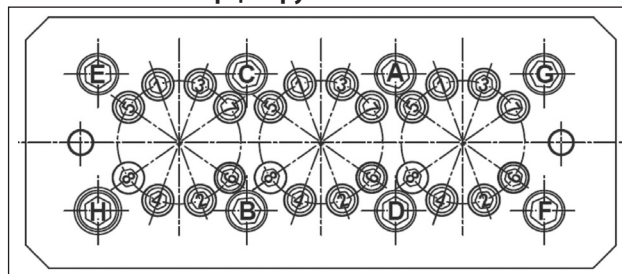

Рис. 54
- ** При затягивании винтов крепления торца нужно соблюдать этапы и порядок, предусмотренный на схеме на Рис. 54.
- *** При затягивании винтов крепления рубашек нужно соблюдать этапы и порядок, предусмотренный на схеме на Рис. 54.